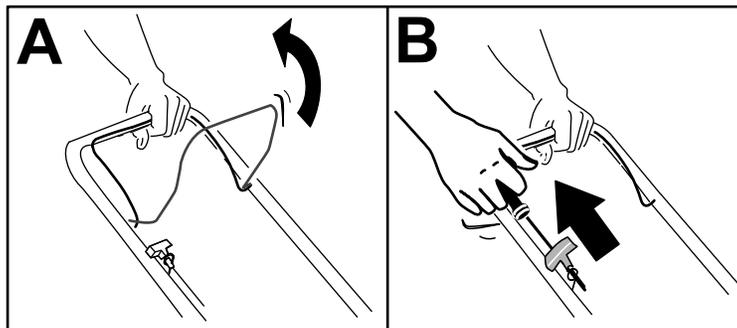

Figure 11
1. Serrez et maintenez la barre de commande de la lame contre le guidon (A de Figure 11).
2. Tirez la poignée du lanceur (B de Figure 11).